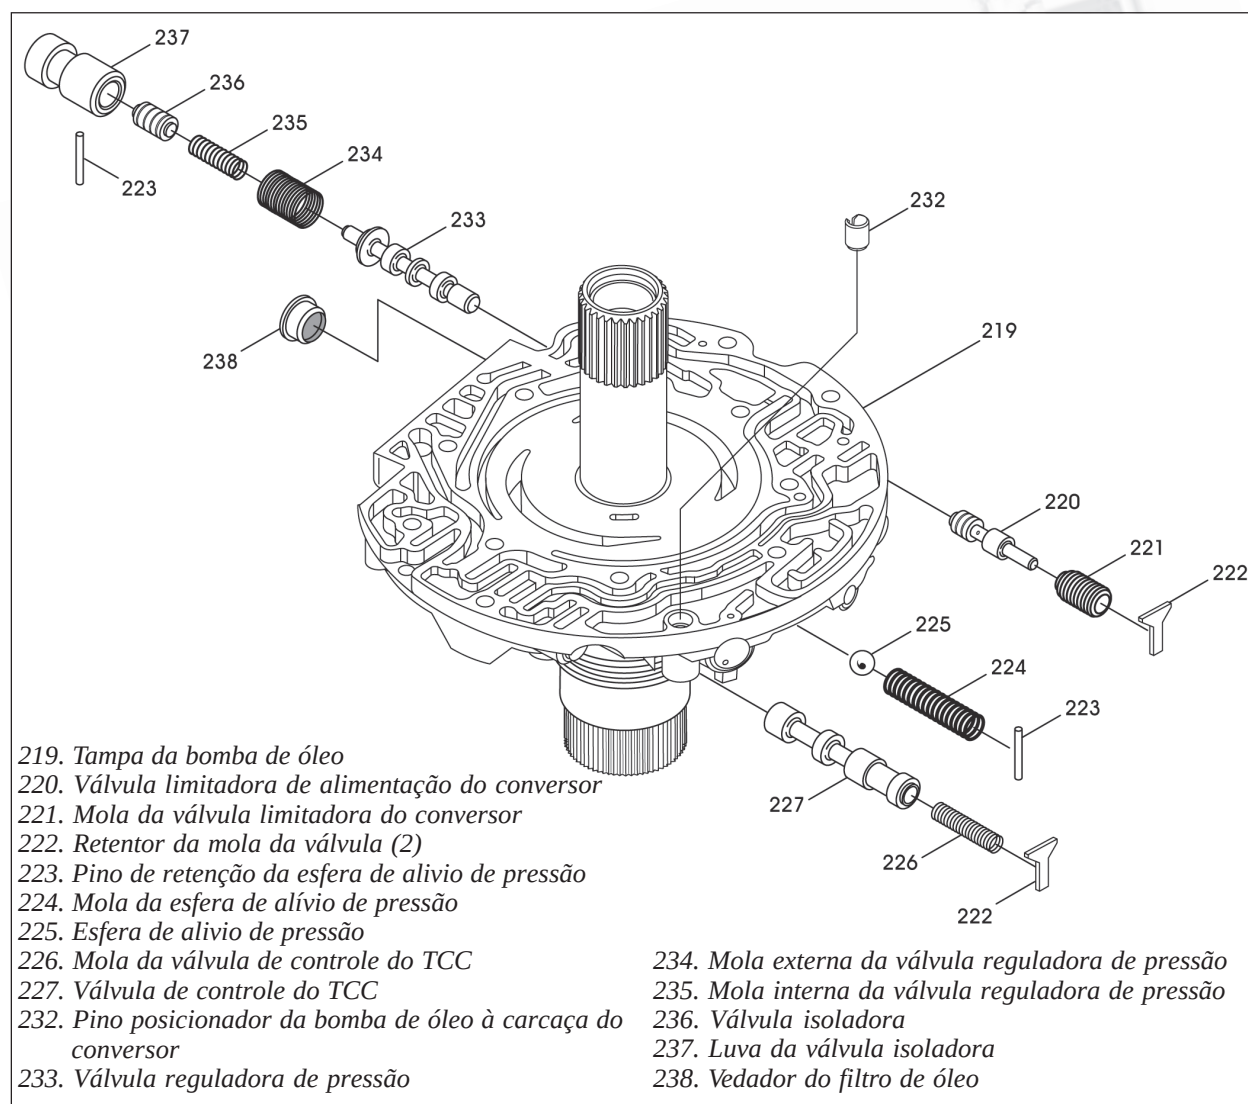

Figura 62
9. Desmonte a tampa da bomba de óleo utilizando a figura 62 como guia.
13. Instale cada trem de válvulas de volta em seu alojamento **exatamente** conforme mostra a figura 62.
14. Certifique-se de instalar o pino posicionador, conforme mostra a figura 62, se ele foi removido.